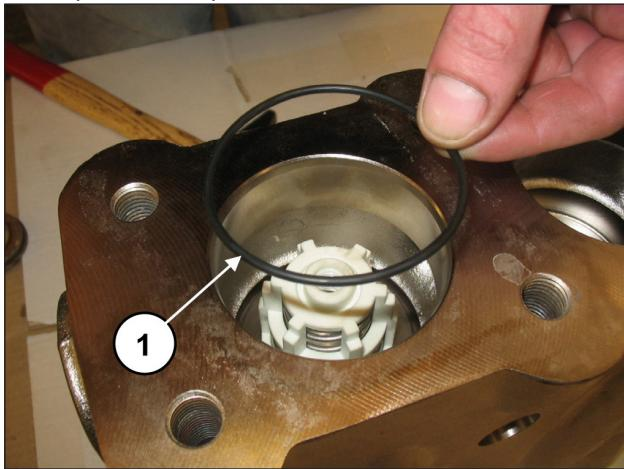

Рис. 110
Вставьте уплотнительное кольцо, поз. №17 на деталировочном чертеже (поз. ①, Рис. 110).